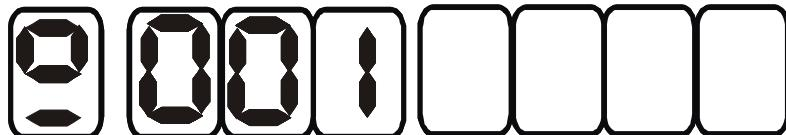

Рис. 22.
**6.3.8. Режим задания номера ID прибора.** Находясь в рабочем режиме, нажмите кнопку “Режим” семь раз. Прибор перейдет в **режим задания номера ID прибора**. На индикаторе отобразится надпись (Рис. 22):